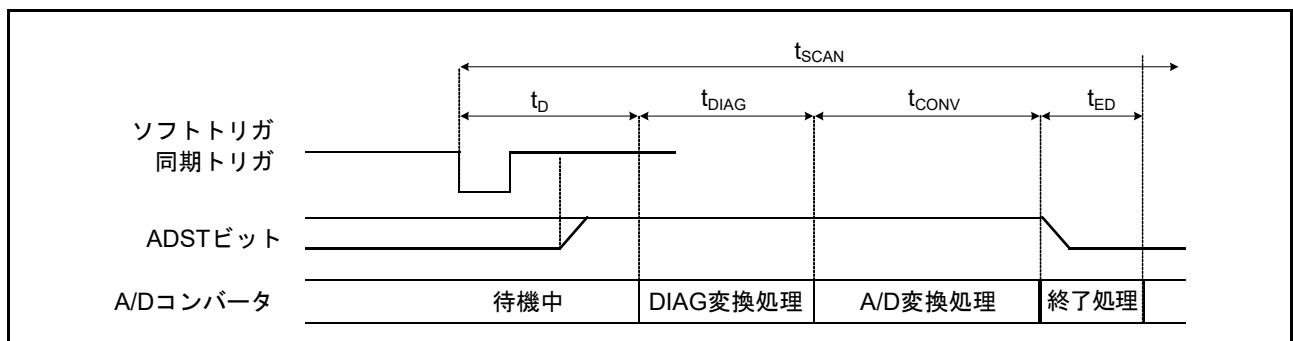
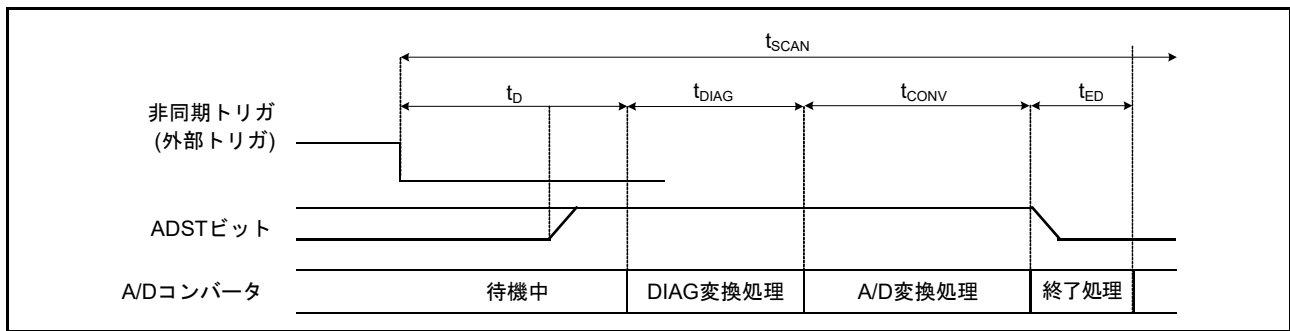

図 44.22 スキャン変換のタイミング (ソフトウェア起動、同期トリガ起動の場合)
図 44.23 スキャン変換のタイミング (非同期トリガ起動の場合)
図 44.22 にシングルスキャンモード、ソフトウェア起動と同期トリガ起動によるスキャン変換を行う場合のタイミングを示します。また、図 44.23 にシングルスキャンモード、非同期トリガ起動によるスキャン変換を行う場合のタイミングを示します。スキャン変換時間 (t_{SCAN}) はスキャン変換開始遅延時間 (t_D)、断線検出アシスト処理時間 (t_{DIS}) (注1)、自己診断変換時間 (t_{DIAG}) (注2)、A/D変換処理時間 (t_{CONV})、スキャン変換終了遅延時間 (t_{ED}) を含めた時間となります。
- 注1. t_D 、 t_{DIAG} 、 t_{CONV} 、 t_{ED} の各タイミングについては図44.22、図44.23を参照してください。